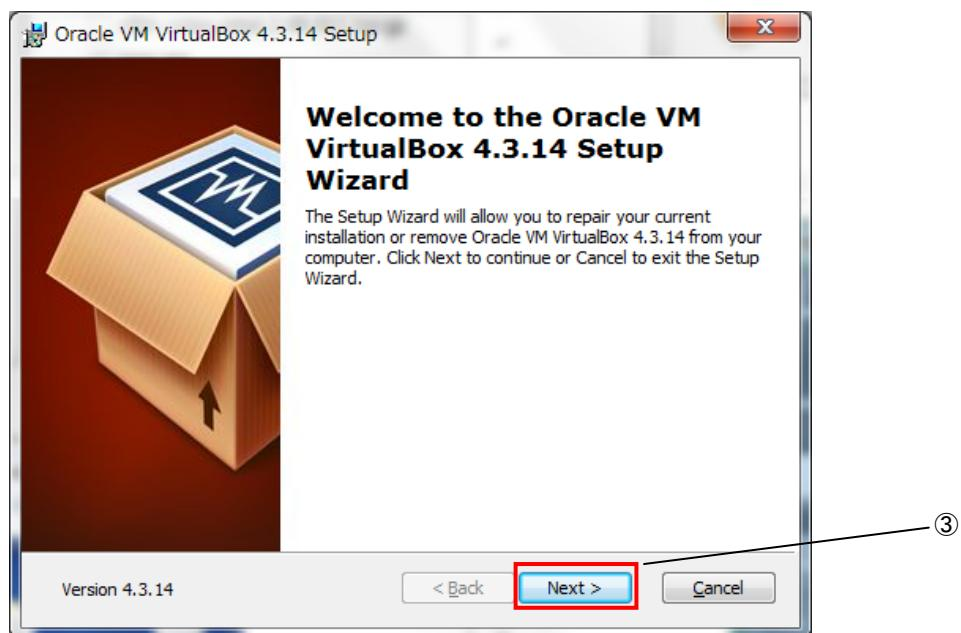

図 3-2-3-2. ダウンローダー起動後の画面
- ④ 図3-2-3-3のカスタムセットアップ画面に変わります。ここではVirtualBoxに追加するプラグイン機能を選択します。